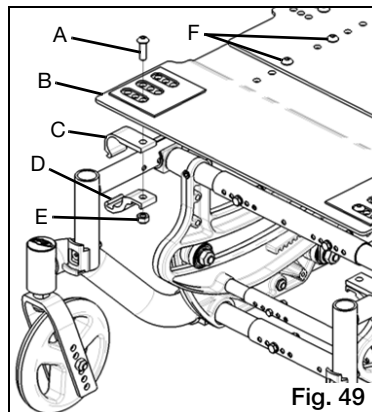

Fig. 49
- Utilizando una llave Allen de 5mm, retire los Tornillos de Cabeza Redondeada (Fig. 49:A) de las esquinas del Recipiente del Asiento.
- Quite montaje de recipiente del asiento (Fig. 49:B), corchetes de recipiente del asiento (Fig. 49:C), abrazaderas de recipiente del asiento (Fig. 49:D) y las tuercas (Fig. 49:E) de los tubos del asiento.
- Deslice un corchete de recipiente del asiento (Fig. 49:C) en el tubo del asiento y enlace la abrazadera de recipiente del asiento (Fig. 49:D) en el corchete, envolviéndose alrededor del tubo del asiento. Sujete la tuerca (Fig. 49:E) en la ranura de la abrazadera como se muestra y enhebra el tornillo de cabeza redondeada (Fig. 49:A) a través del recipiente del asiento con la abrazadera. No apriete. Repita para las cuatro esquinas del recipiente del asiento.
- Utilizando una llave Allen de 5mm y una llave de 13mm, retire los cuatro tornillos de cabeza redondeada (Fig. 49:F) de la zona centro del recipiente del asiento.
- Con una llave Allen de 5mm, afloje los cuatro tornillos de cabeza redondeada (Fig. 49:A) de las abrazaderas del recipiente del asiento (Fig. 49:C).
- Vuelva a instalar y apriete los tornillos de cabeza redondeada (Fig. 49:F) con las tuercas.
- Reposicione recipiente del asiento en el bastidor del asiento, según sea necesario y apriete los tornillos de cabeza (Fig. 49:A) redondeada en las abrazaderas.